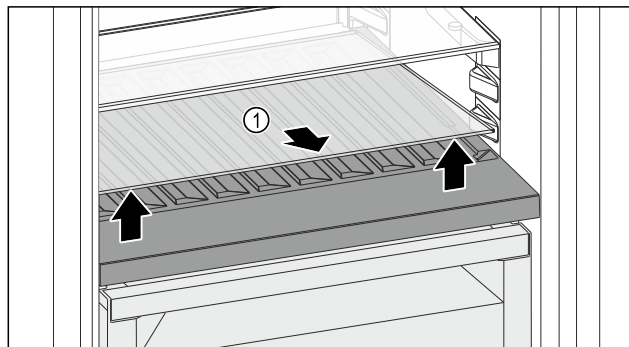

Fig. 144
- ▶ Sklenú dosku Fig. 144 (1) na vybraní vpredu nadvihnite a vytiahnite.
- ▶ Sklenú dosku Fig. 144 (1) bezpečne uchovávajte mimo zariadenia.